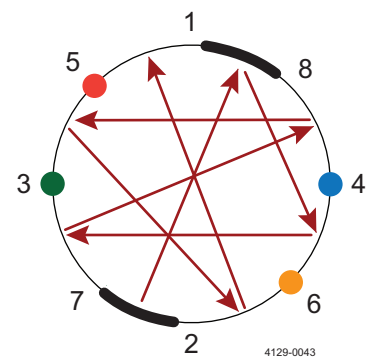

Abbildung 3
7. Von Außen zwischen den Positionen 2 bis 7 schweißen und den geschweißten Abschnitt mit Druckluft kühlen. Den Schweißvorgang zwischen den Heftschiessungen fortsetzen (siehe Abbildung 3): zwischen den Positionen 1 bis 8, dann die Positionen 4 und 6, Positionen 3 und 7, Positionen 4 und 8, Positionen 3 und 5, Positionen 2 und 6 und abschließend 1 und 5.